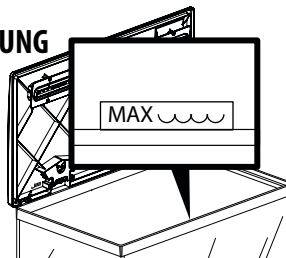

Fig. 2
- 9) I cavi di alimentazione dovrebbero essere inseriti nella presa di corrente in modo tale che un punto del cavo formi un'ansa ad un livello inferiore rispetto alla presa di corrente. Questo evita che gocce d'acqua, seguendo il cavo, possano entrare nella presa (fig. 2).